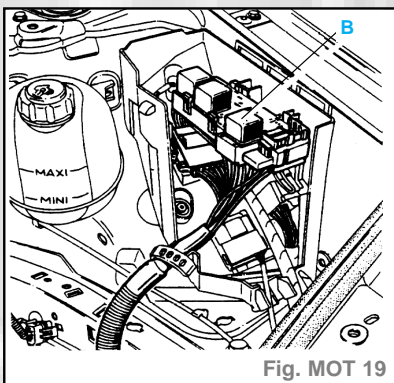

Fig. MOT 19
- relais de pompe (B) (fig. MOT 19).